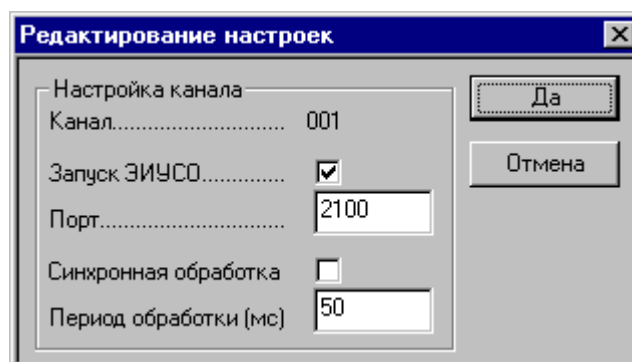

Рис. 4.2. Окно настройки параметров канала
- Заполнить поля списка каналов, для этого необходимо сделать двойной щелчок на строке, описывающей канал. Появится окно настройки канала (Рис. 4.2)